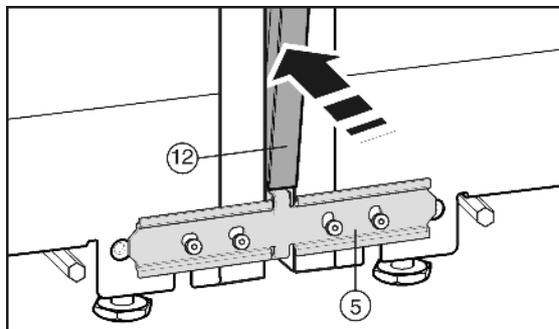

Fig. 9
Avant de mettre en place la baguette Fig. 9 (12), comprimer les deux nervures sur toute leur longueur. Ainsi la baguette se laisse introduire plus facilement dans la fente. Pour introduire la baguette, avoir recours à un chiffon doux pour prévenir des bosses dans la surface de la baguette. Enfoncer la baguette prudemment et de manière rectiligne dans la fente pour obtenir un assemblage optimal.
- u Sur le côté avant, poussez la baguette Fig. 9 (12) longue dans la fente verticale. Veiller à ce que la baguette soit en contact avec la tôle de jonction Fig. 9 (5).